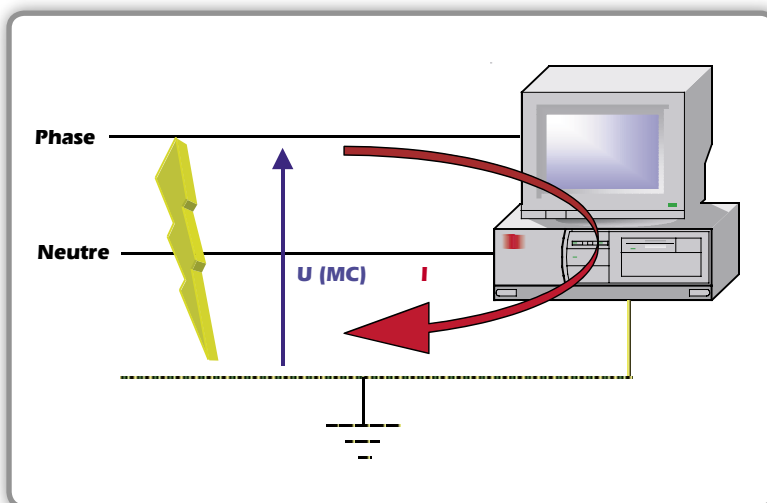

figure 4
- protection en Mode Commun (MC) : protection contre les surtensions se produisant entre phase – terre et/ou neutre – terre (figure 4)